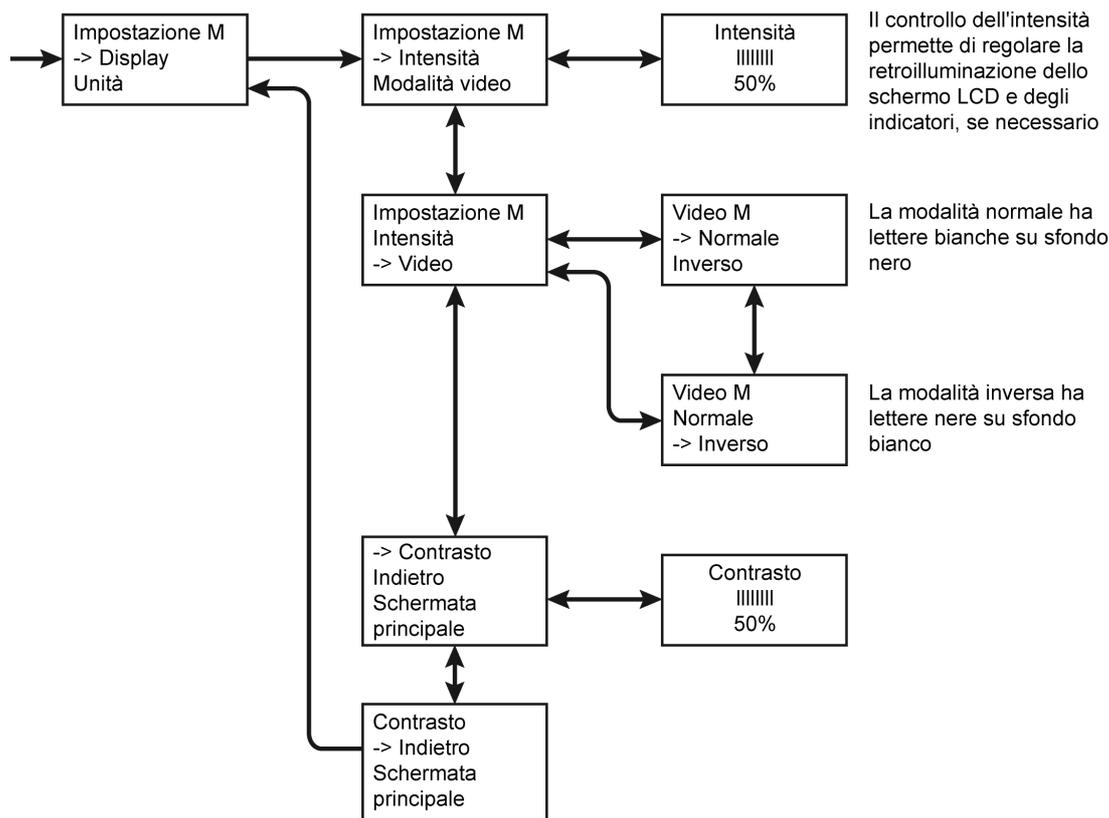

Figura 7
4. utilizzare i tasti SU e GIÙ per evidenziare e il tasto INVIO per selezionare l'impostazione di visualizzazione desiderata. **Vedi Figura 7.**